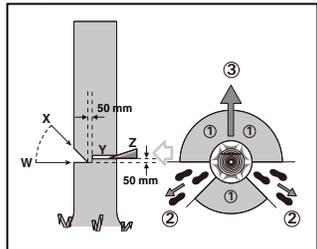

Figura 1
Faceți tăietura de doborâș (Y) cu cel puțin 50 mm mai sus decât tăietura orizontală de creștere prezentată în figura 1. Nu executați o tăietură de doborâș completă, ci doar atât de adâncă încât să mai rămână o legătură (adaos pentru doborâș), care să acționeze ca o balama. Astfel veți împiedica răsucirea copacului și căderea acestuia în direcție greșită. Nu tăiați complet marginea rămasă.
În momentul apropierii tăieturii de doborâș de margine, copacul ar trebui să înceapă să cadă. În cazul în care se pare acesta nu va cădea în direcția dorită sau se înclină înapoi iar lanțul de ferăstrău se blochează, întrerupeți tăierea și introduceți pene de lemn, material plastic sau aluminiu (Z) în linia de tăiere dorită, pentru deschiderea tăieturii și doborâșul copacului (1). Când copacul începe să cadă scoateți ferăstrăul din tăietură, opriți-l, puneți-l jos și părașiți zona periculoasă folosind calea de retragere stabilită (2). Fiți atenți la crengile care cad și evitați să vă împiedicați. (Vezi Figura 1)